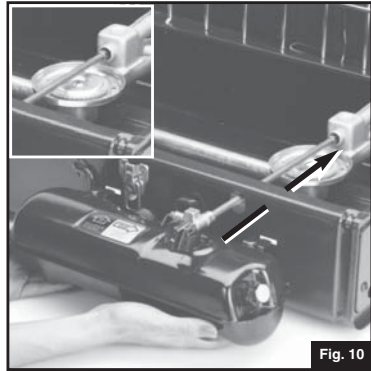

Fig. 10
- Introduisez le générateur dans le grand orifice de l'avant du réchaud et dans la chambre de mélange au-dessus du brûleur. Engagez les pattes d'attache du réservoir dans les fentes de l'avant du réchaud. (Fig. 10)